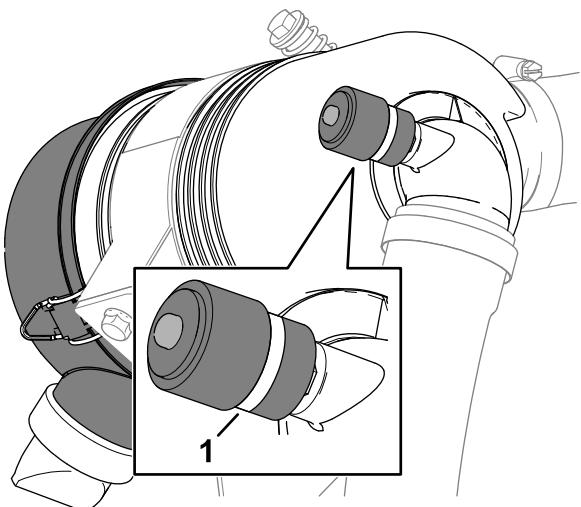

Рисунок 113
- Проверьте индикатор обслуживания, расположенный на конце корпуса воздушного фильтра (Рисунок 113).